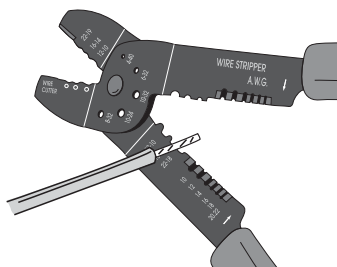

figure 5
1. Dénuder les fils sur une longueur de 0,5 cm ($\frac{1}{2}$) (figure 5),